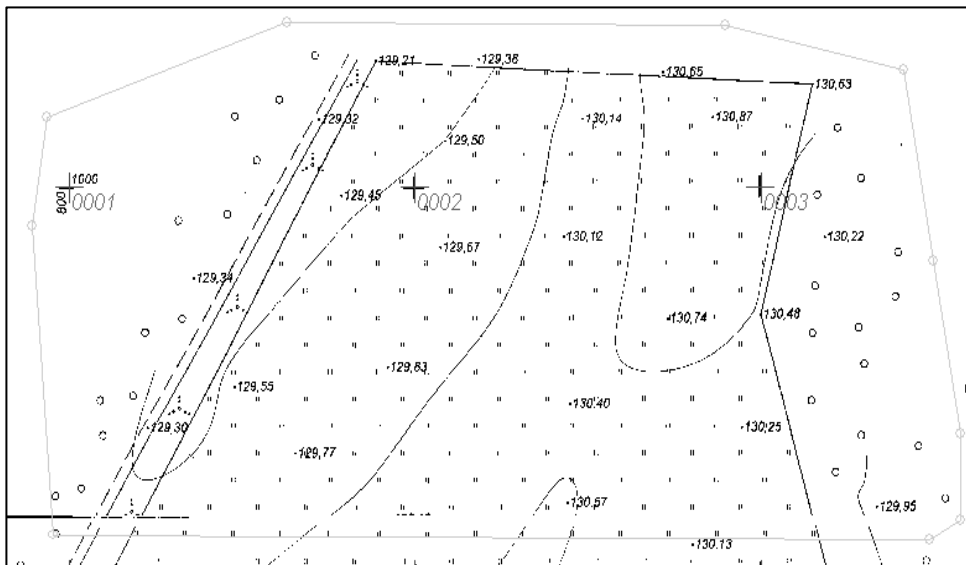

Рис. 2.6
8.1. Активизируйте **Фрагмент 1** и в меню **Контуров видимости** выберите команду **Создать** . Создайте контур видимости, указывая его вершины щелчком левой кнопки мыши. Завершите процесс построения замыканием контура (рис. 2.6).